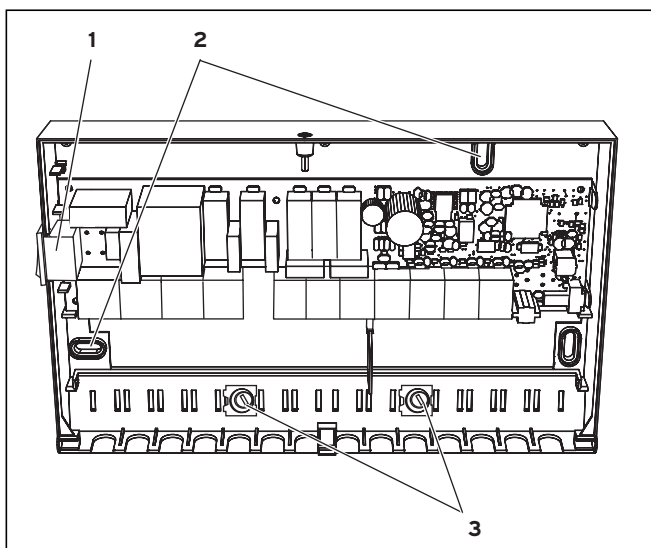

Рис. 5.2 Монтаж гелиомодуля VR 68
- ⇒ Закрепите все провода прилегающими фиксаторами кабеля (см. рис. 5.2).